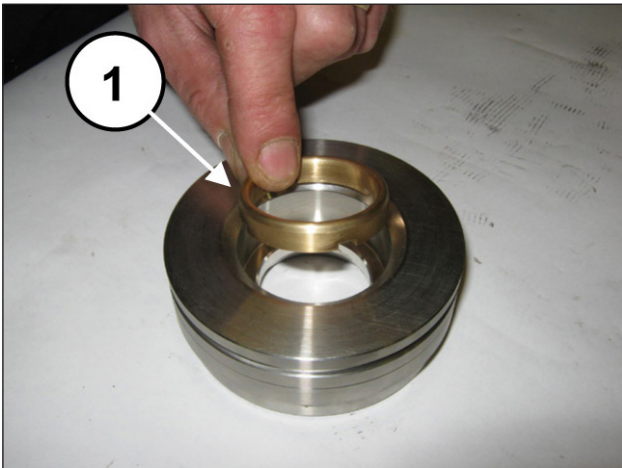
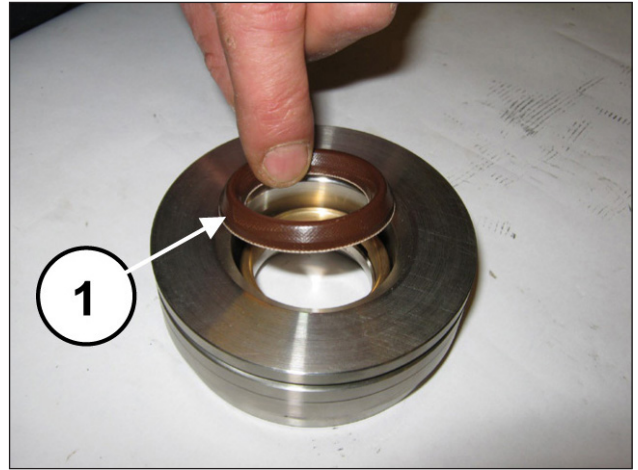
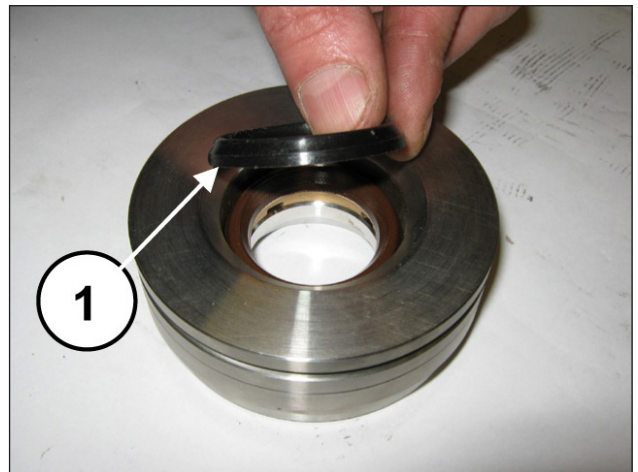

图 182
图 183
图 184
安装头环（①，图 182）、高压密封圈（①，图 183）和阻火圈（①，图 184）。